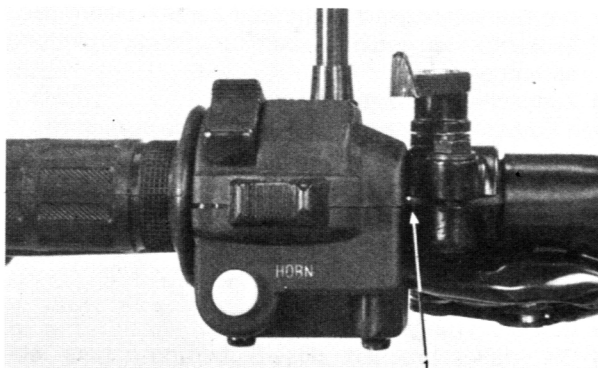

Bild 169
- Den Kupplungshebelbügel so montieren, dass der Spalt auf die Einkerbung der Lenkstange ausgerichtet ist (Bild 169).